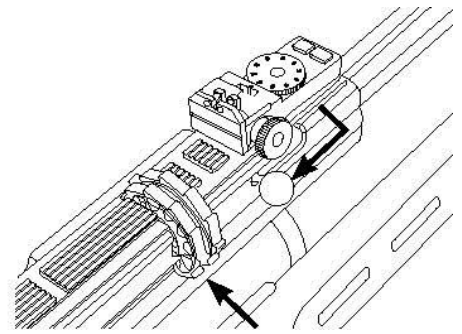

Fig. 10
4. Sæt det ladte magasin på plads, og frigiv magasinet fjederbelastede udløserbolt ved at trække den nedad, så den springer tilbage på plads (fig. 10). Drej om nødvendigt magasinet mod uret, indtil det stopper ved magasinstoppet.